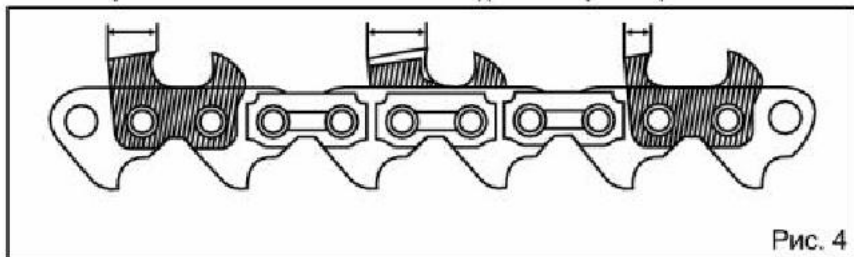

Рис. 4
Заточку цепи, необходимо начинать с заточки режущих зубьев (1). (Рис. 3) Заточивайте зубья равномерно, вначале каждый второй зуб с одной стороны, потом каждый второй зуб с противоположной стороны. Длина режущих зубьев должна быть одинаковая. Различная длина не допускается и может привести к нежелательным последствиям. (Рис. 4)